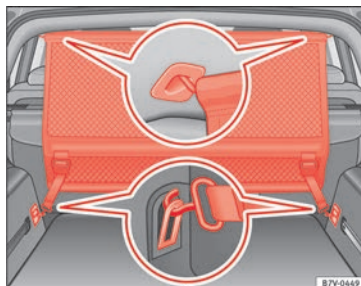

Abb. 167 Im Gepäckraum: Trennnetz hinter der zweiten Sitzreihe einbauen
• Trennnetz in der hinteren linken Aufnahme im Dach einhängen » Abb. 167. Da-
- Beide Haltehaken der Trennnetz in die vorderen Verzurrösen im Gepäckraum » Abb. 167 einhängen und die Gurte fest spannen.
- Trennnetz in der vorderen linken Aufnahme im Dach einhängen » Abb. 167. Darauf achten, dass die Querstange über die obere Position hinaus nach unten gezogen wird.
- Haltehaken der Trennnetz an den Halteösen » Abb. 167 aushaken. »
- Netztrennwand an der rechten Aufnahme im Dach »» **Abb. 167** durch Zusammendrücken der Querstange aushängen.